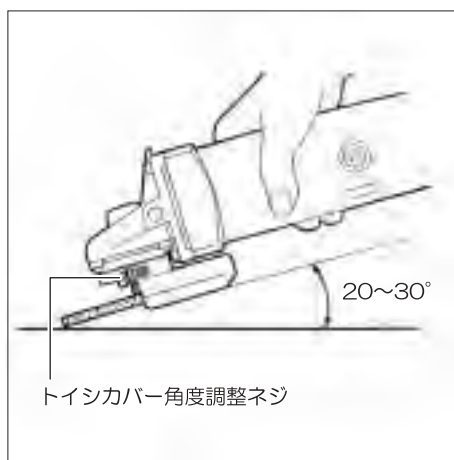

図9
- トイシの押しつけ角度は、材料に対してトイシの面が20°～30°位の角度で当るようにしてください。(図9参照)
■トイシカバーの角度調整方法(図9参照)